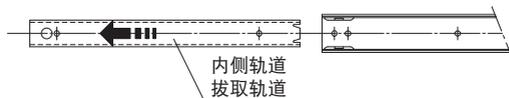

图3
* 以下型号如图3所示,请在将内侧轨道或拔取轨道抽出的状态下安装。